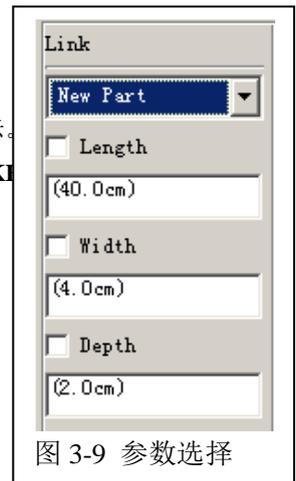

图 3-9 参数选择
3.6 在 ADAMS/View 零件库中选择杆件(Link)图标 , 参数选择为如图 3-9 所示。工作窗口中先用鼠标左键选择点 PART_2.MARKER_1, 然后选择点 PART_3.MARKER_1 (PART_4) 创建出来。如图 3-10 所示。